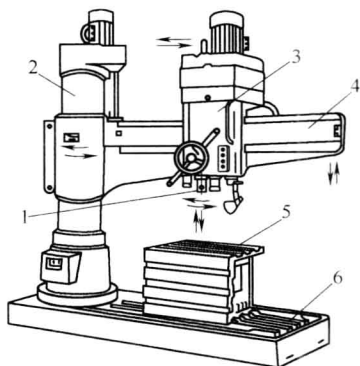

图 1-7 摇臂钻床
⑤ 使用完毕后必须清扫整洁,切断电源,并定期上润滑油。
(3) 摇臂钻床。摇臂钻床如图 1-7 所示,适用于单件、小批量和中等批量生产中的中等或较大工件以及多孔工件的孔加工。它是靠移动主轴来对准工件上孔的中心,使用时比立式钻床方便。其最大钻孔直径有 63mm、80mm、100mm 等。